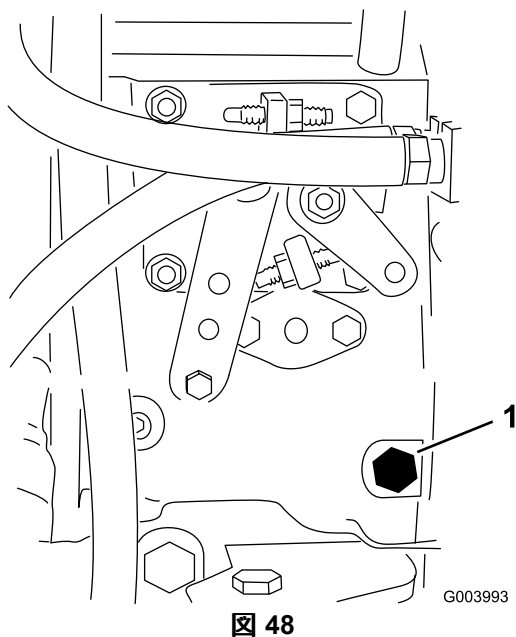

図 48
3. 燃料噴射ポンプ図 48 についているエア抜きネジを、12 mm のレンチを使って開く。